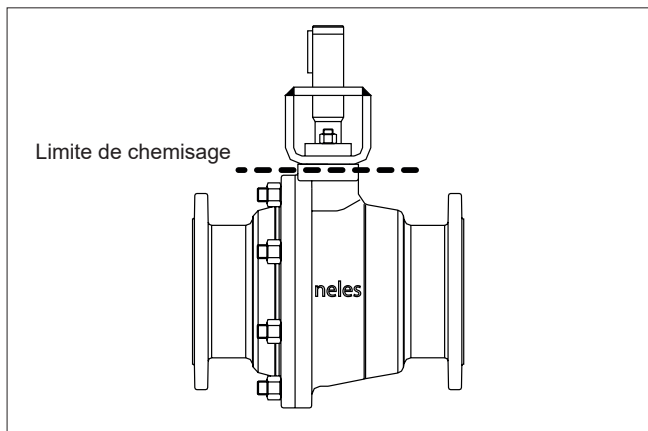

Fig. 10 Calorifugeage de la vanne
Au besoin, la vanne peut être calorifugée. Le chemisage ne doit pas dépasser le niveau supérieur du corps de la vanne. Cf. Fig. 10.
- Enlever la clavette (10).
- Enlever les sets de disques-ressorts (150) et le fouloir (9).
- Dégager les joints annulaires (69) de l'axe (5) avec un couteau ou tout autre outil approprié. Veiller à ne pas endommager les surfaces.
- Engager les nouveaux joints annulaires (69) sur l'axe
- (5). Le fouloir (9) pourra être utilisé pour les pousser. Attention à ne pas endommager la rainure de l'axe. Se référer à la figure 10 pour l'orientation correcte.
- Retirer les écrous du fouloir et remettre les sets de disques-ressorts (150) sur les goujons. Visser les écrous (18) jusqu'à ce que les disques soient comprimés à la hauteur H_c (cf. tableau 1). Verrouiller les écrous avec un frein filet, p. ex du Loctite 221.